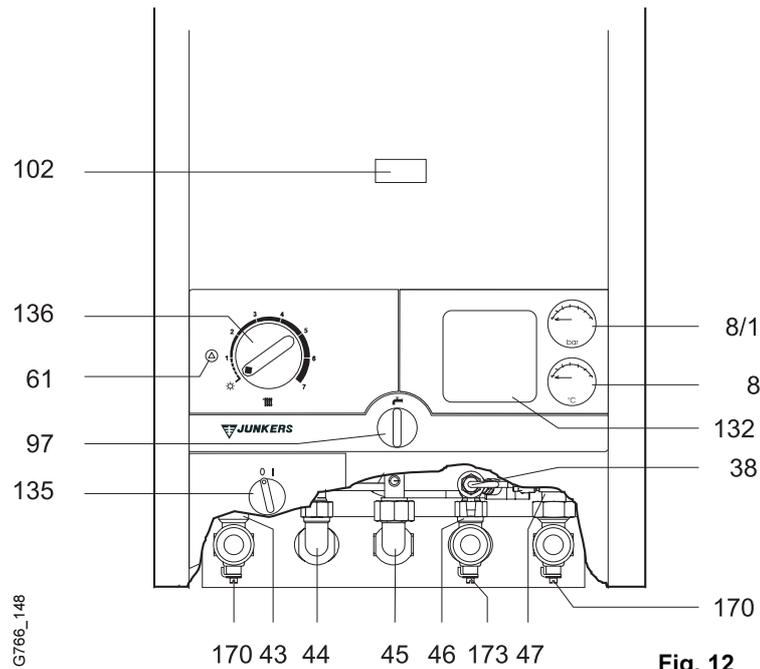

Fig. 12
Comprobar si el selector de temperatura (pos. 136, fig. 12) desconecta el gas al quemador a la temperatura máxima ajustada.
Si ocurre alguna avería durante el funcionamiento de la caldera, el LED (pos. 61, fig. 2) parpadeará con una frecuencia según el código de avería. La caldera solo volverá a funcionar si el usuario presiona el botón de desbloqueo (pos. 61, fig. 12) y la causa de la avería ha sido eliminada.
Se informará al cliente el rellenado y purgado de la instalación, así como el control de la presión de agua en el manómetro (pos. 8/1, fig. 12) (Preparación para la puesta en marcha de la instalación, pag. 15).
Comprobar las llamas del quemador por el orificio de control (pos. 102, fig. 12).
Cerrar la llave de paso de agua fría (pos. 173, fig. 12).
Llaves de corte de calefacción (pos.170, fig. 12)
Llave de entrada agua fría (pos. 173, fig. 12)
Llenar la instalación hasta aprox. 1,5 bar, abriendo la llave de llenado (pos. 38, fig. 12).